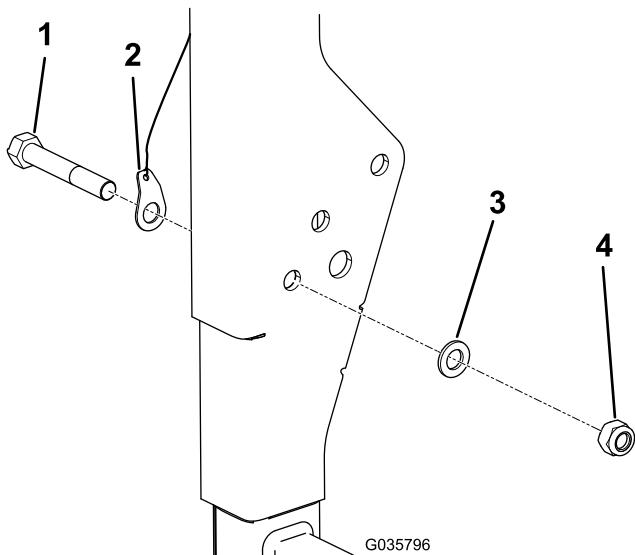

Figura 1
2. En el mismo lado del ROPS en el que tiene pensado instalar el kit, retire la tuerca, el perno y la arandela del ROPS y deseche la tuerca y el perno; consulte la Figura 1.